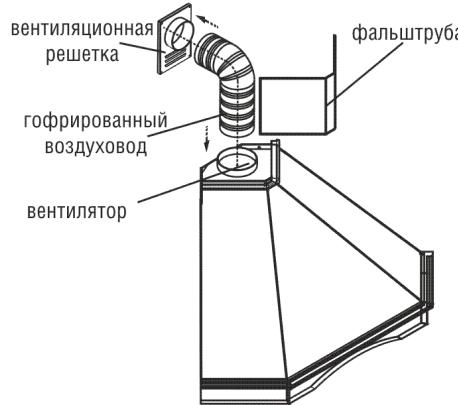
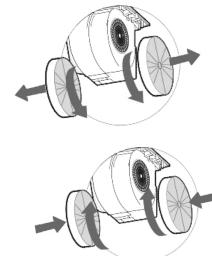

рис. 5
рис. 6
6.3 В зависимости от режима эксплуатации соедините вентилятор полужестким гофрированным воздуховодом с вентиляционной решеткой (рис. 5) или установите на вентилятор угольные фильтры (рис.6). Угольные фильтры устанавливаются на защитные решетки корпуса вентилятора путем легкого нажатия и поворота.